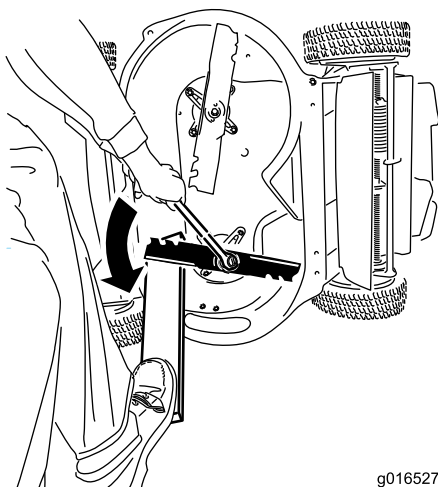

Figura 44
1. Usate un blocco di legno per tenere ferma la lama e ruotatela in senso antiorario come mostrato in (Figura 44).